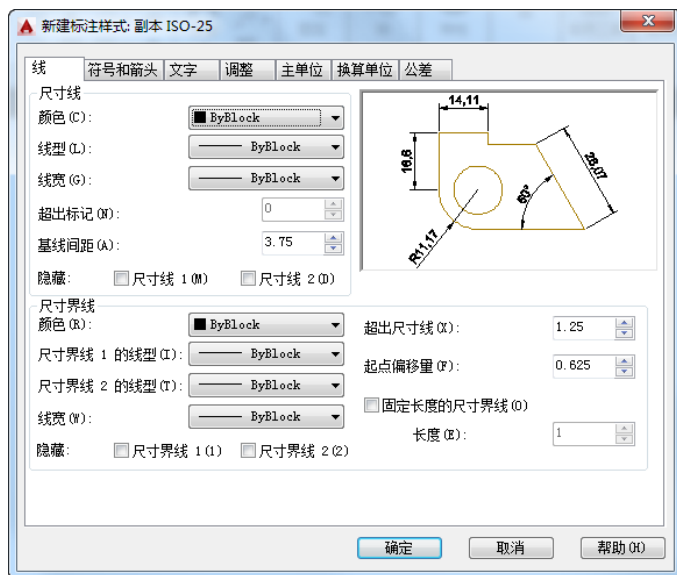

图 7-5 “新建标注样式”对话框
4) 继续: 各选项设置好以后, 单击“继续”按钮, AutoCAD打开“新建标注样式”对话框, 如图7-5所示, 利用此对话框可对新样式的各项特性进行设置。该对话框中各部分的含义和功能将在后面介绍。
在“新建标注样式”对话框中, 第一个选项卡就是“线”, 如图7-5所示。该选项卡用于设置尺寸线、尺寸界线的形式和特性。现分别进行说明。